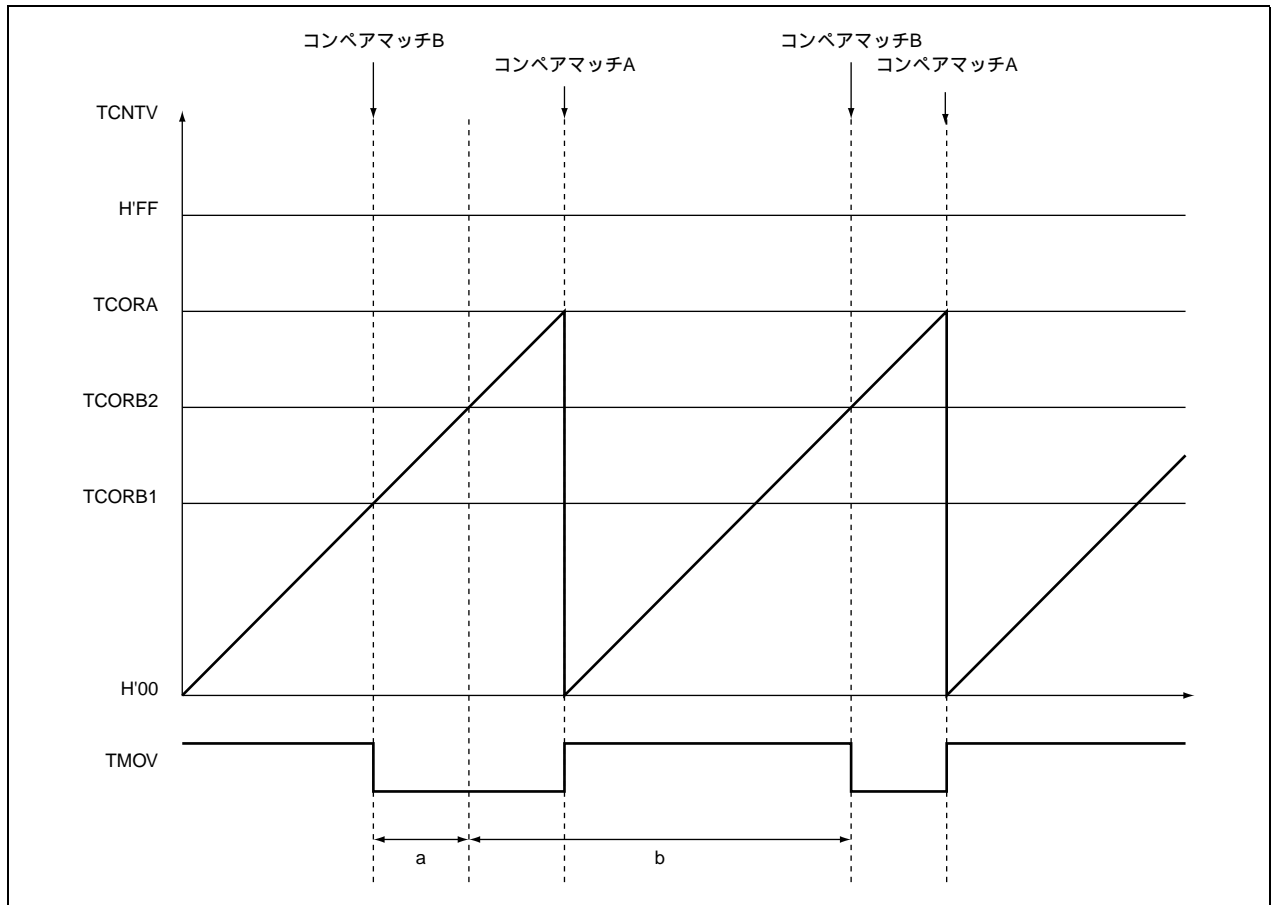

図 2.3 デューティを大きくする場合の TCORB 書き換えのタイミング
(c) 図 2.3 にデューティを大きくする場合の TCORB の書き換えのタイミングについて示します。
- TCORB の書き換えは、書き込むと同時に TCORB が更新されるため、デューティを大きくする場合、図 2.3 中の a の区間で TCORB を書き換えると、連続してコンペアマッチ B が発生し、正常な PWM 波形が出力されません。したがって、TCORB を書き換えるタイミングは、図 2.3 中の b の区間で書き換えてください。